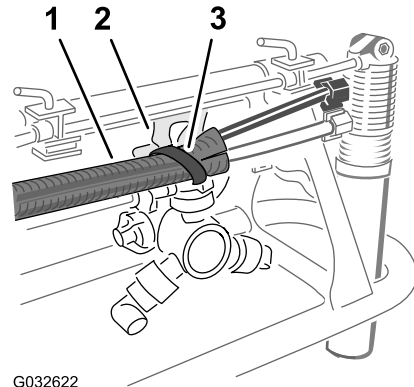

图 30
- 如 图 30 所示用扎带将管子总成固定到喷嘴支架的孔中。